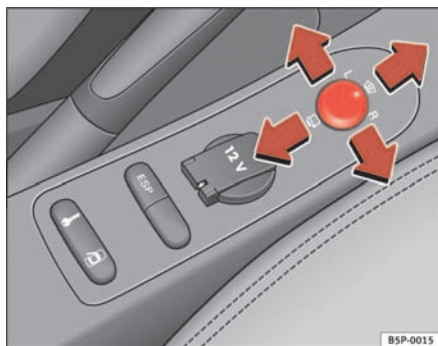

Fig. 91 Interruptor dos espelhos exteriores
1. Rodar o botão giratório ⇒ **fig. 91** para a posição **L (espelho exterior da esquerda)**.
- Gire o comando para a frente, na posição central ⇒ **fig. 91** **1**, para que os retrovisores térmicos aqueçam e a função de vidro pára-brisas aquecível* na zona de repouso das escovas, fique activa. ⇒ página 123
- Rodar o botão ⇒ **fig. 91** para a posição para dobrar os espelhos exteriores para dentro. Antes de entrar numa instalação de lavagem automática, dobrar sempre os espelhos exteriores para dentro, a fim de evitar danos.